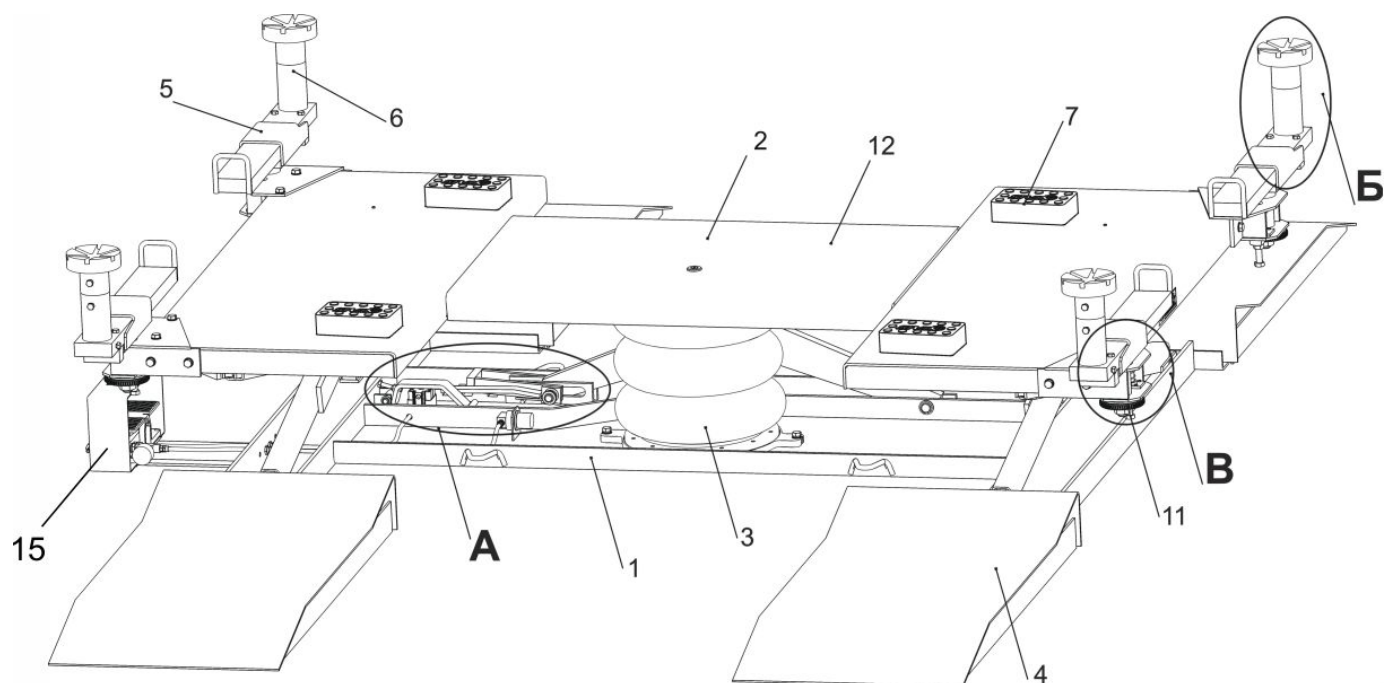

Рисунок 4.1
Автомобили с малым дорожным просветом устанавливают на четыре резиновых опоры 7 (рисунок 4.1)
**ⓘ ВНИМАНИЕ!** Винтовые опоры 6 обязательно располагать над платформой 2 (рисунок 4.1).